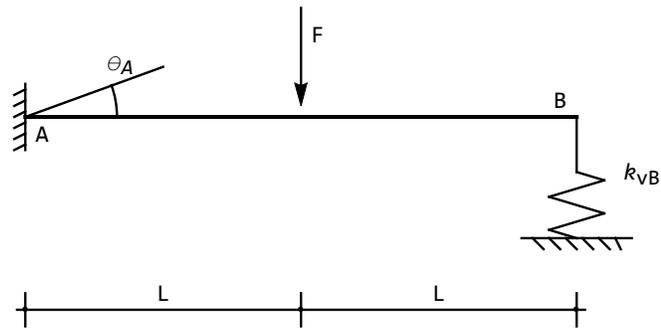

Figura 66: Lo schema strutturale
1. La trave di Figura 66 è incastrata a sinistra ed appoggiata a destra. L'incastro in A è anelasticamente cedevole, con cedimento pari a θ_A , mentre l'appoggio di destra è elasticamente cedevole, con rigidezza pari a k_{vB} . In presenza della forza in mezzeria, si vuole calcolare la reazione dell'appoggio in B .